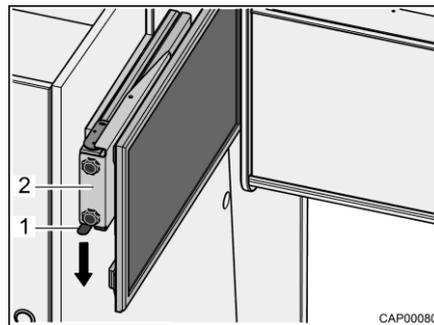

Fig. 53 Extension avec écran plat
- Presser le ressort à cran d'arrêt (Fig. 53,1) vers le bas et extraire l'extension (Fig. 53,2) avec l'écran plat à l'horizontale en direction du centre du véhicule.
- Pousser l'extension (Fig. 53,2) avec l'écran plat à l'horizontale jusqu'en butée. Le ressort à cran d'arrêt (Fig. 53,1) s'enclenche de manière audible.